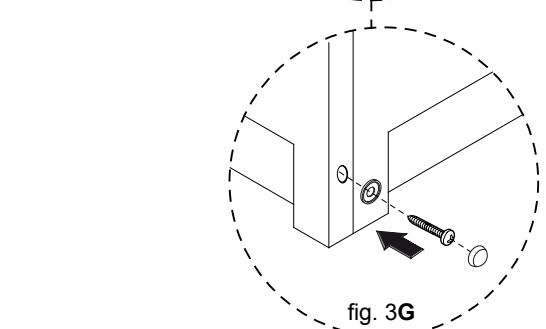

fig. 3G
- 20 Bloccare i pannelli con la vite in dotazione (fig. 3G).
- 20 Fasten the panels with the supplied screws (fig. 3G).
- 20 Befestigen Sie die Platten mit den beiliegend Schrauben (Abb. 3G).
- 20 Bloquer les panneaux avec la vis fournie (fig. 3G).
- 20 Fijar los paneles con los tornillos del equipamiento base (fig. 3G).
- 20 Zablokować panele za pomocą załączonych śrób (rys. 3G).